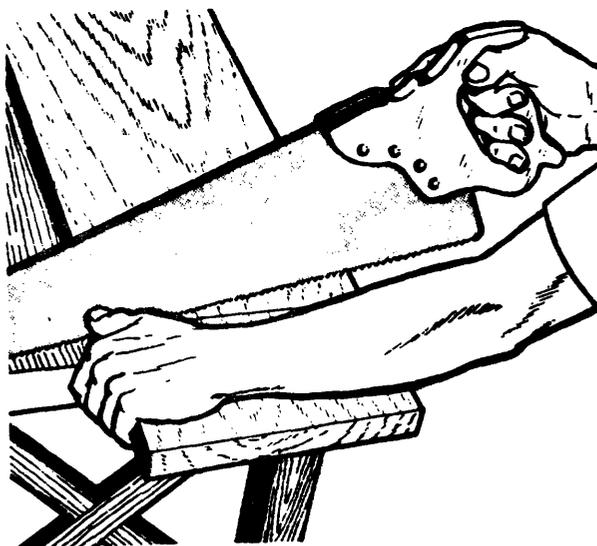

Fig. 1
- 2º paso *Tome el serrucho con una mano y coloque el dedo pulgar de la otra, junto al trazo; inicie el corte moviendo el serrucho hacia atrás (fig. 1).*